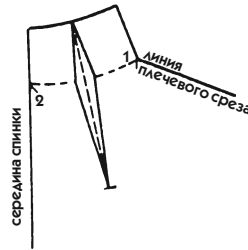

Рис. 425
3. Проведите линию края воротника параллельно линии горловины на расстоянии 3,5 см (рис. 425, сплошная линия).
4. Чтобы начертить вытачку, наметьте сначала ее середину, сложив бумагу так, чтобы засечки 1 и 2 совместились (рис. 425).